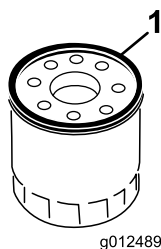

Figura 39
7. Utilize o dedo para revestir a junta do novo filtro com óleo limpo (Figura 39).